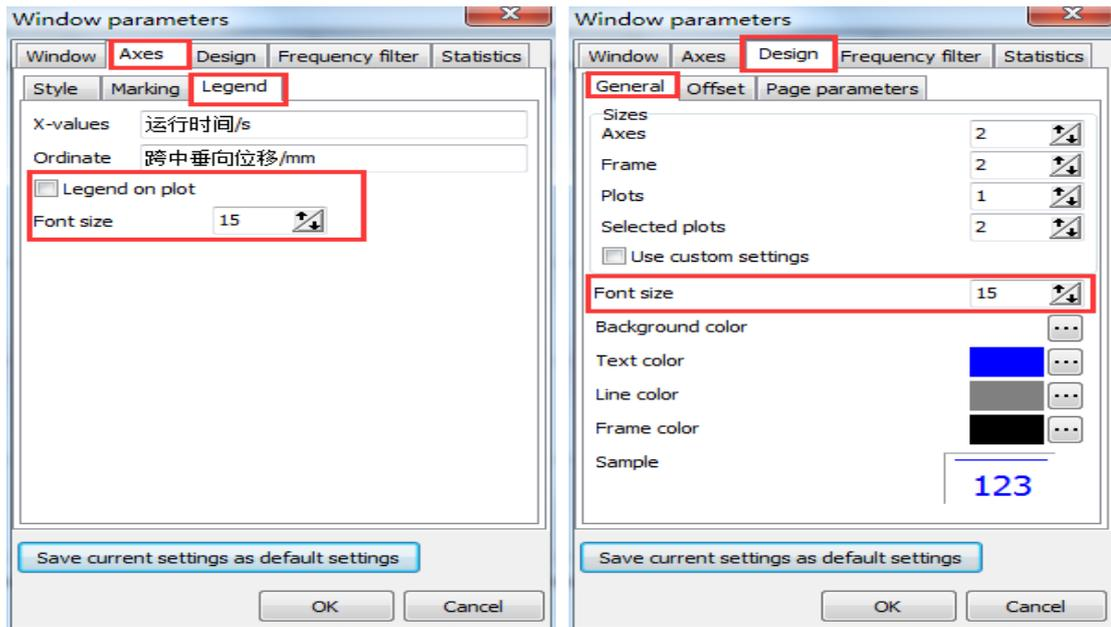

图 016-4 设置显示字体大小
(1) 标签字体：默认字体为 8 号，绘图窗口右键，选择 **Options**，选择 **Axes**，再选择 **Legend**，将 **Font size** 右侧修改为 15，取消 **Legend on plot** 勾选；
(2) 刻度字体：默认字体为 7 号，绘图窗口右键，选择 **Options**，选择 **Design**，再选择 **General**，将 **Font size** 右侧修改为 15，如图 016-4；